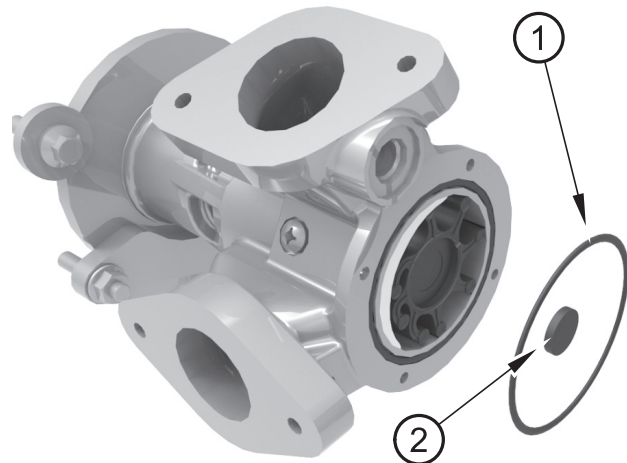

Figura 10
3. Debe tener cuidado con la junta tórica (figura 10, elemento 1).